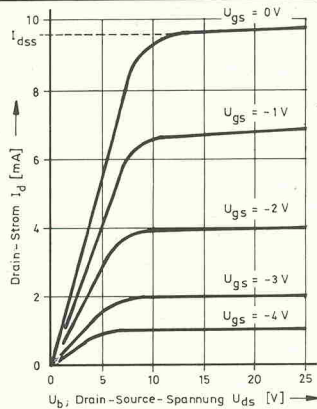

Bild 4. Idealisiertes Kennlinienfeld eines N-Kanal-Sperrschicht-FETs.
Kanal-Sperrschicht-FETs vermittelt Bild 4. Die Darstellung ist zwar idealisiert, illustriert aber einige wichtige Eigenschaften dieses FET-Typs. Diese sind:
4. Betrachtet man das Kennlinienfeld für den Sperrschicht-FET in Bild 4, sieht man, daß der Drainstrom I_d für jeden Wert der Gate-Spannung U_{gs} linear von Null aus ansteigt, wenn man die Drain-Source-Spannung U_{ds} von Null bis zum 'Knie' der Kennlinie steigert. Nach Durchlaufen des Knies bleibt der Drain-Strom bei weiterer Steigerung der Drain-Source-Spannung praktisch konstant.
Aus dem Kennlinienfeld von Bild 4 geht hervor, daß der Drain-Strom I_d primär von der Gate-Spannung U_{gs} abhängt, wenn die Drain-Spannung U_{ds} oberhalb der Kniespannung liegt. Unter diesen Betriebsbedingungen arbeitet der FET als spannungsgesteuerte Stromquelle. Der FET wirkt als Konstantstromquelle, wenn man das Gate mit der Source verbindet (Bild 8a) oder an das Gate eine feste negative Vorspannung legt (Bild 8b). Bei geeigneter Vorspannungseinstellung kann man den FET als Spannungs-Strom-Wandler betreiben.